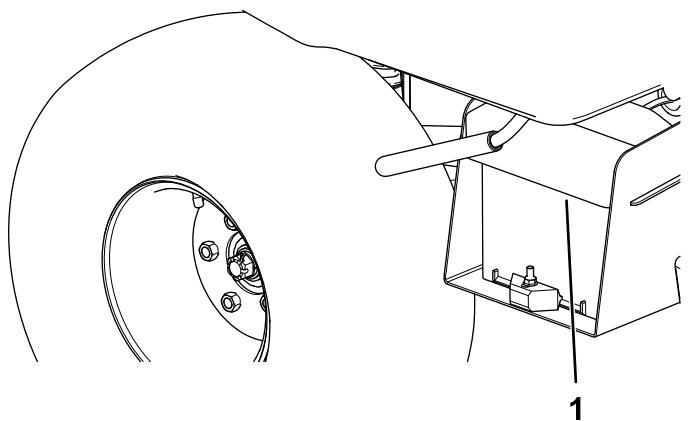

Figure 4
1. Appuyez de chaque côté du couvercle de la batterie pour dégager les pattes de la base de la batterie (Figure 4).
2. Déposez le couvercle de la base de la batterie (Figure 4).
6. Alignez le couvercle de la batterie sur la base de la batterie (Figure 4).
7. Serrez le couvercle de la batterie, alignez les pattes sur la base de la batterie et dégagiez le couvercle de la batterie (Figure 4).